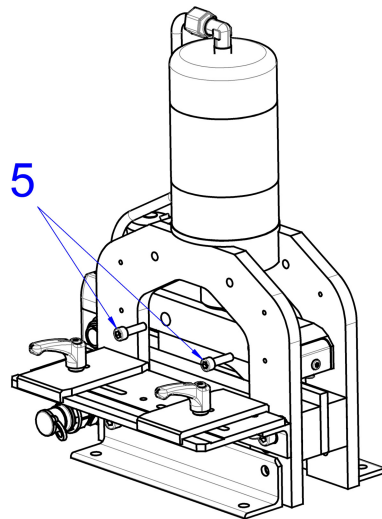

Abb. 12: Lösen der Befestigungsschrauben
- Nun die beiden M8-Schrauben (Abb. 12, 5) an der Seite des Messerbalkens lösen.
- Die zwei M8-Schrauben (Abb. 12, 5) von der Seite mit 15 – 20 Nm Drehmoment einschrauben.